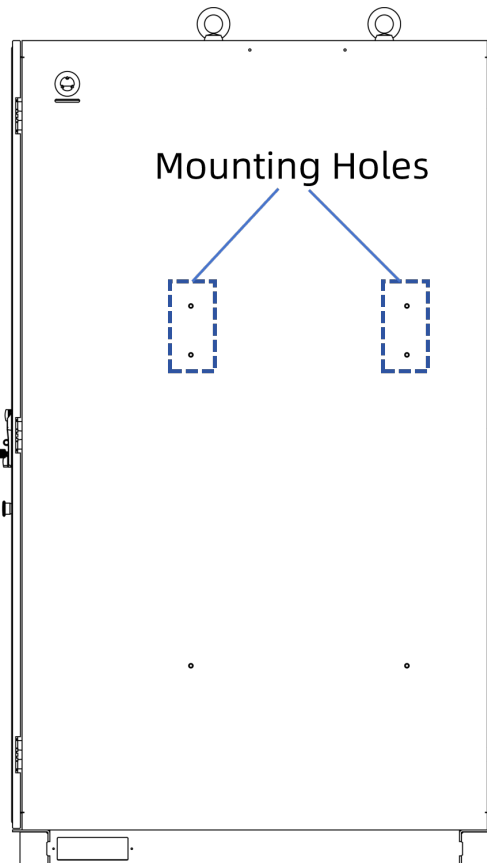

Abbildung 6-2: Befestigungslöcher des Wechselrichters
An der rechten Seitenwand des Schrankes befinden sich vier Befestigungslöcher für den Wechselrichter, wie in Abbildung 6-2 dargestellt.
1. Richten Sie den Hilfsbügel an den Löchern des Schrankes wie in Abbildung 6-2 aus und befestigen Sie ihn mit M10-Schrauben am Schrank.